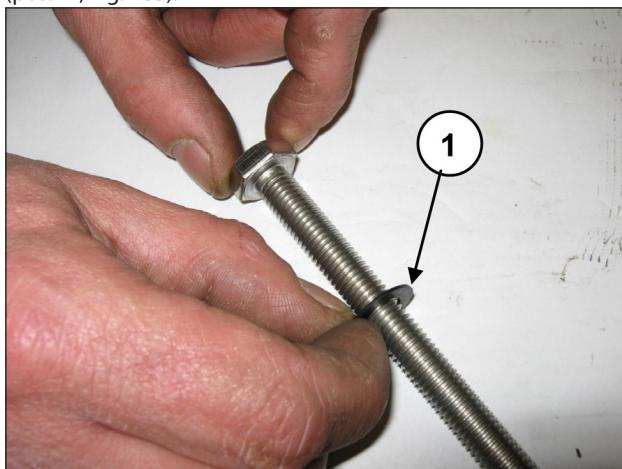

Fig. 183
Inserire la rosetta Ø10x18x0,9 nella vite fissaggio pistone (pos. ①, Fig. 183).